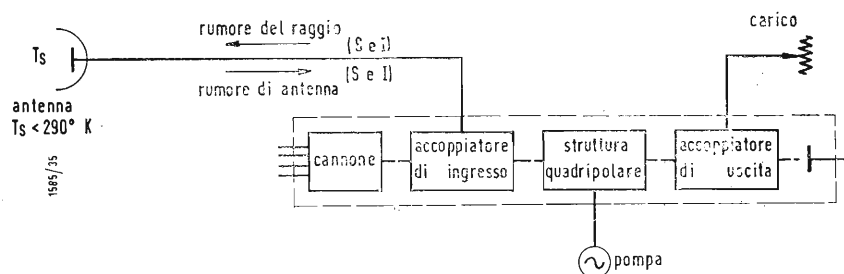

Fig. 19 - Disposizione per ricezione di segnali provenienti da un satellite artificiale.
c) Una disposizione che dà una figura di rumore simile a quella a larga banda è quella di fig. 19. Tale schema dà buoni risultati quando si riceve in segnale direttamente dallo spazio. I disturbi entrano nel canale idler provengono da una sorgente a bassa temperatura (lo spazio e l'antenna). Un esempio si ha nella ricezione dei segnali provenienti da un satellite artificiale con una antenna direttiva.